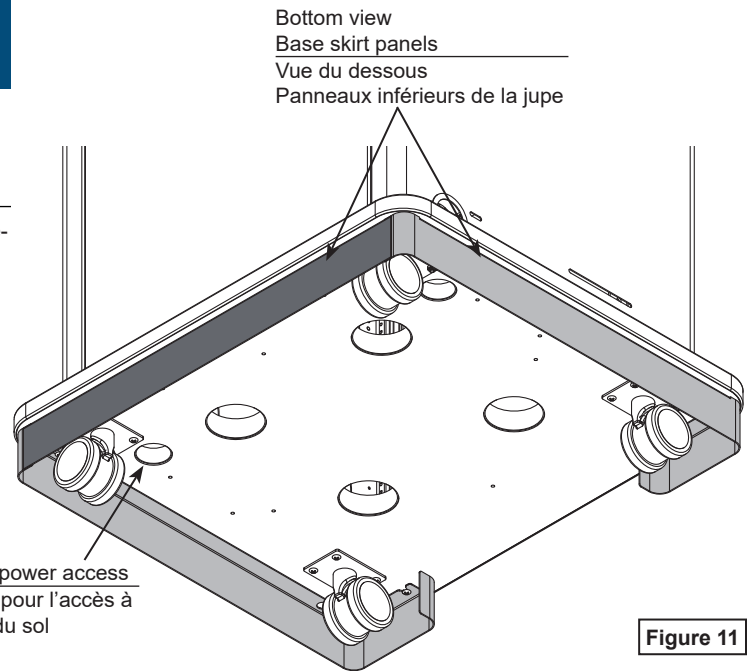

Figure 11
**Note:** Power cords can be accessed directly under the lectern using the base panel grommet holes. **Figure 11.**
**Remarque :** Il est possible d'accéder aux cordons d'alimentation directement sous le pupitre au moyen des passe-câbles situés sur le panneau inférieur. **Figure 11.**